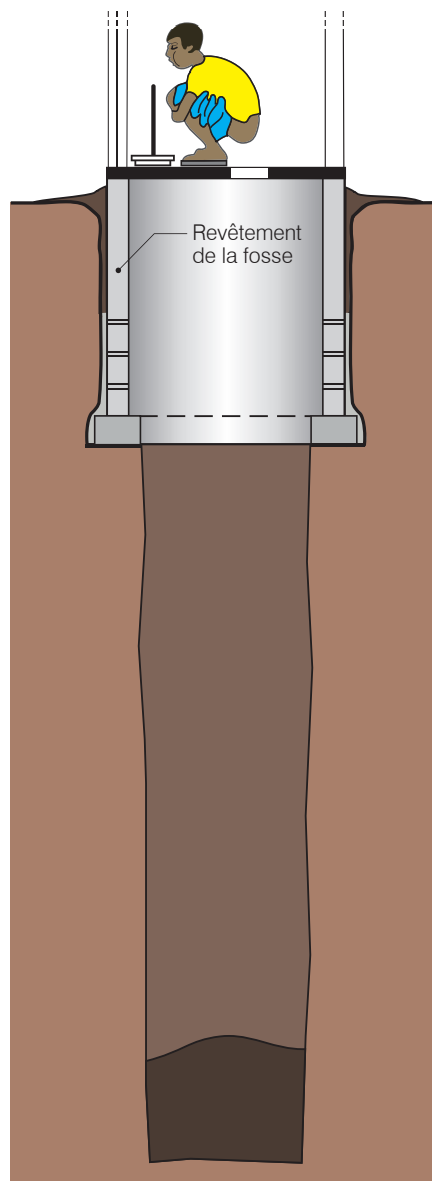

Figure 3. Une fosse profonde avec revêtement
- Creuser le reste de la fosse à l'intérieur du revêtement (Figure 3). Cette partie du trou ne peut être aussi large que l'intérieur du revêtement car la base du revêtement nécessite des fondations.